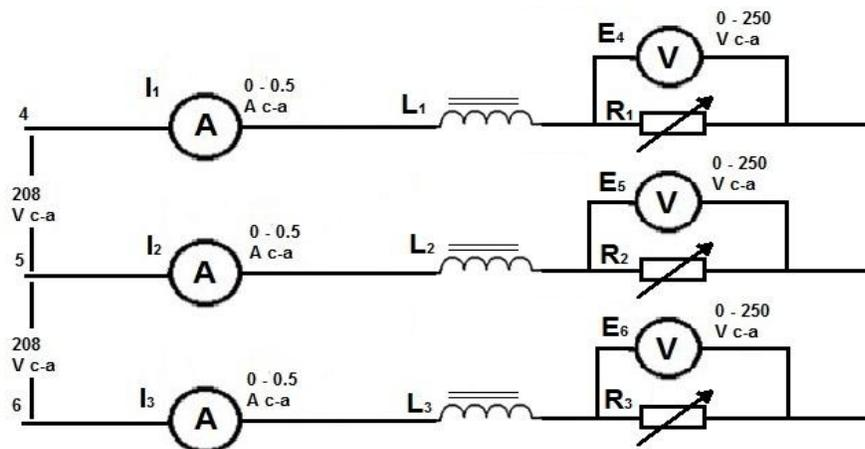

FIGURA 5.3
e) Reduzca el voltaje a cero y desconecte la fuente de alimentación. Vuelva a conectar cada uno de los voltímetros, como se indica en la *Figura 5.3*.